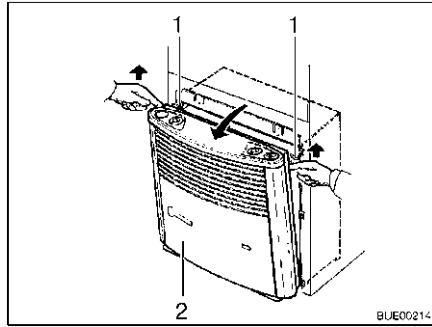

Bild 124 Ta bort höljets framdel från värmeaggregatet
- Tag bort värmeaggregatets hölje (Bild 124,2). Drag höljet framåt upptill, tryck upp hållfjädrarna (Bild 124,1) på sidan och fäll ut höljets framdel.